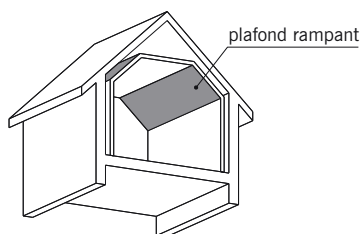

fig. 9.3
■ Le **plafond rampant** (fig. 9.3) : partie de plafond suspendu inclinée construite parallèlement à un versant de toiture.